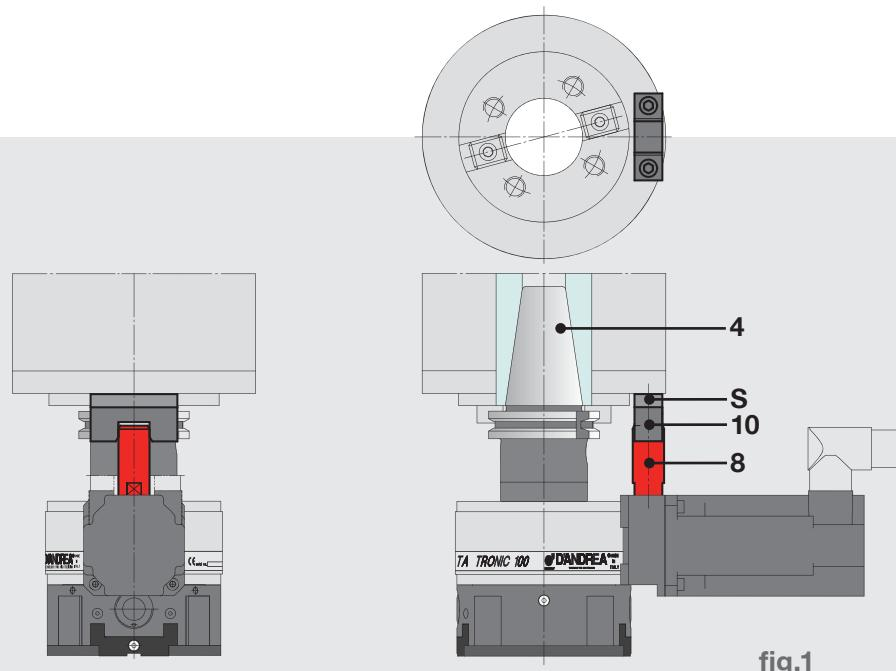

fig.1
GB TA-TRONIC is mounted on the machine using a taper (4). The anti-rotation pin (8) inserted in the dowel (10) locked on the head of the machine tool, preventing the fixed body of TA-TRONIC to rotate. The dowel (10) is applied on a fixed part around the spindle fig. 1, adjusting the height indicated by way of a thickness S. For heavy machining it is advisable to apply a flange to make the TA-TRONIC solidly connected with the head of the machine tool (fig. 2-3). It is always advisable to use a flange with TA-TRONIC 160 and 200. The type of flange to use depends on the model of the machine and may be easily built by the Customer or supplied by D'Andrea.
RU TA-TRONIC устанавливается на машине с помощью конуса (4). Противовращательный штифт (8), вставляется во вкладыш (10) заблокированный в головной части станка предотвращает вращение неподвижного корпуса TA-TRONIC. Вкладыш (10) необходимо установить на неподвижной части вокруг шпинделья рис. 1, регулируя высоту с помощью прокладки С. Для тяжелой обработки целесообразно применение фланца для соединения TA-TRONIC с головной частью станка (рис. 2-3). С TA-TRONIC 160 и 200 рекомендуется всегда использовать фланец. Тип используемого фланца зависит от модели станка и может быть легко построен клиентом или поставлен компанией D'Andrea.
PL Główice TA-TRONIC montowane są na obrabiarkę przy użyciu stożka (4). Sworzeń zapobiegający obrotom (8), umieszczony w płytce (10) i zablokowany na głowicy obrabiarki, uniemożliwia ruch obrotowy korpusu stałego TA-TRONIC. Płytkę (10) należy przymocować do korpusu stałego wokół wrzeciona (rys. 1), regulując wysokość przekładką odległościową S. W przypadku skomplikowanych obróbelek, zaleca się nałożenie kołnierza sztywno łączącego TA-TRONIC z głowicą obrabiarki (rys. 2-3). W przypadku modeli TA-TRONIC 160 i 200 zaleca się stałe stosowanie kołnierza. Rodzaj kołnierza zależy od modelu maszyny i może być skonstruowany przez Klienta lub dostarczony przez firmę D'Andrea.